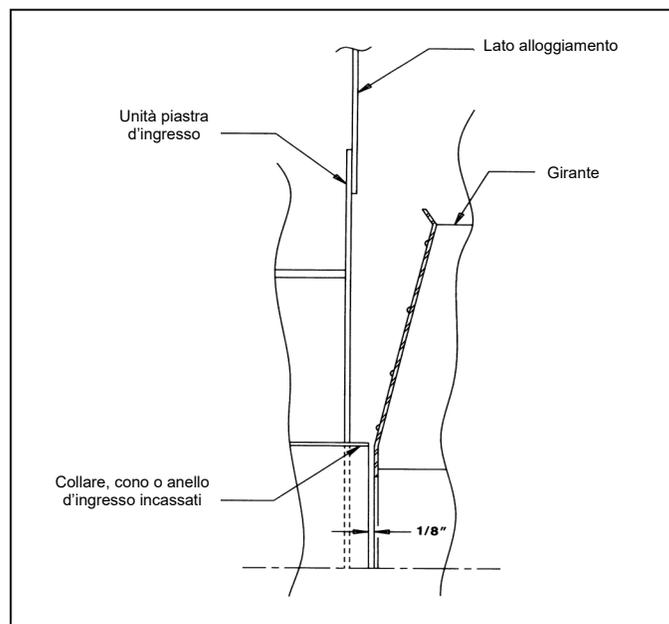

Figura 3
6. In caso di installazione di una nuova girante, mantenere il corretto gioco fra girante e cono d'ingresso (vedere la Figura 3).